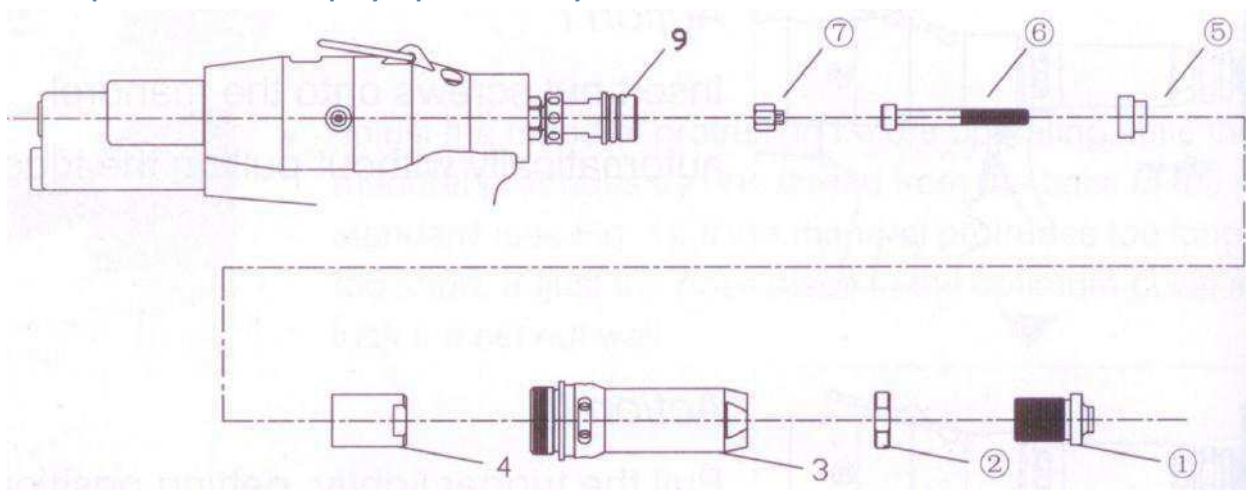

Рис. 7
- 2) Демонтируйте части от (1) до (9) (см. рис. 7).
- 3) Выкрутите контргайку (2) и регулировочную втулку (1) и замените на требуемый размер
- 4) Выкрутите головку инструмента (3) при помощи ключа
- 5) Зафиксируйте муфту (9) при помощи ключа, выкрутите внутренний цилиндр (4)
- 6) Замените шестигранник (7), резьбовой шток (6), адаптер штока (5) на требуемый размер.
- 7) Для выполнения монтажа выполняйте операции в порядке, обратном порядку демонтажа, и постарайтесь крепко накрутить внутренний цилиндр (4) на муфту (9).